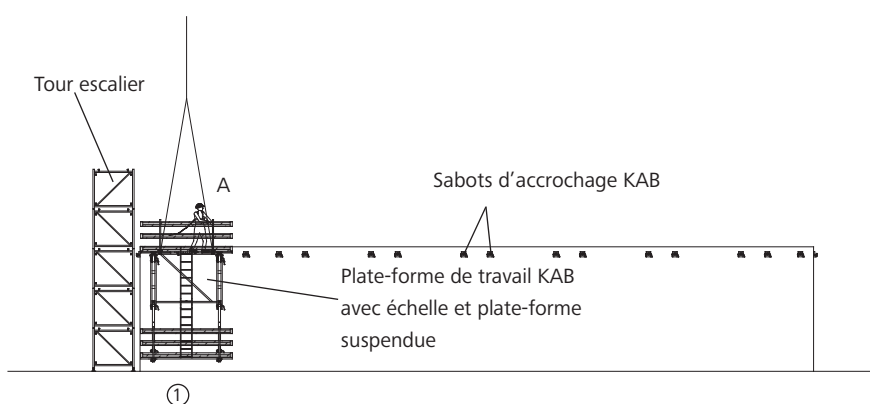

Fig. 27.1
1. Accrocher une plate-forme de travail KAB avec échelle et plate-forme suspendue sur les sabots d'accrochage déjà installés. Équipé d'une protection individuelle (EPI) pour prévenir le risque de chute de hauteur, A sort de la tour escalier (par une baie ou plate-forme élévatrice de personnel) pour accéder à la plate-forme (Fig. 27.1). Après avoir procédé au désélingage, A demeure sur la plate-forme (1).